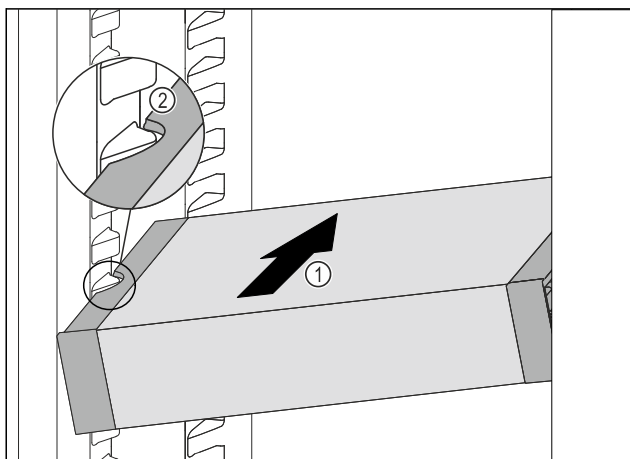

Fig. 129
- ▶ Zasuňte VarioSafe do chladničky pod úhlem tak Fig. 129 (1), aby vybrání na bocích Fig. 129 (2) VarioSafe byla na úrovni žebrování na nádoby v chladničce.